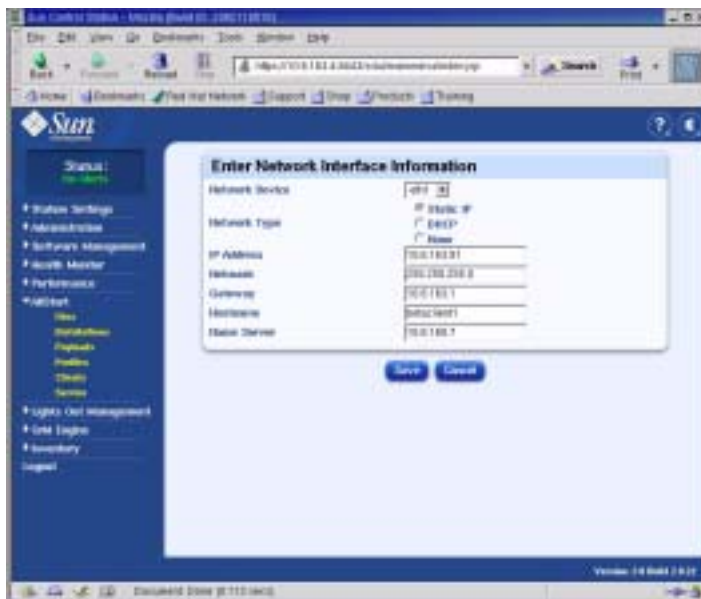

РИСУНОК 2-19 Окно ввода данных сетевого интерфейса (Enter Network Interface Information) (клиенты AllStart)
6. В окне ввода данных сетевого интерфейса (Enter Network Interface Information) создайте сетевой интерфейс. Для этого определите данные для узла на который будет осуществляться загрузка полезной нагрузки (см. пример на РИСУНОК 2-19).